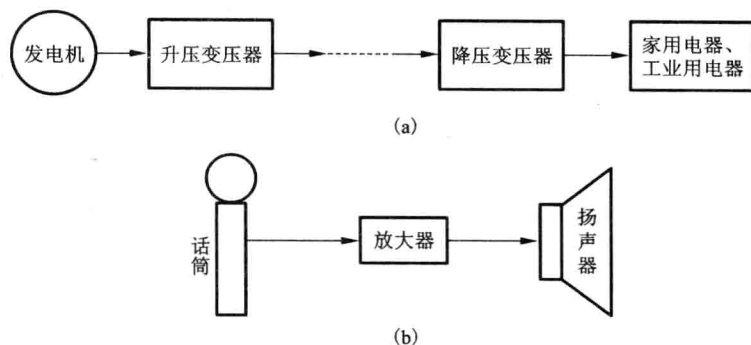

图 1-6 电路示意图
(1)进行电能的传输、分配与转换,图1-6(a)所示为电力系统输电电路示意图。其中,发电机是电源,家用电器和工业用电器等是负载,而变压器和输电线等则是中间环节。
(2)信号的传递与处理,图 1-6(b)所示为扩音机示意图。其中,话筒是发出信号的设